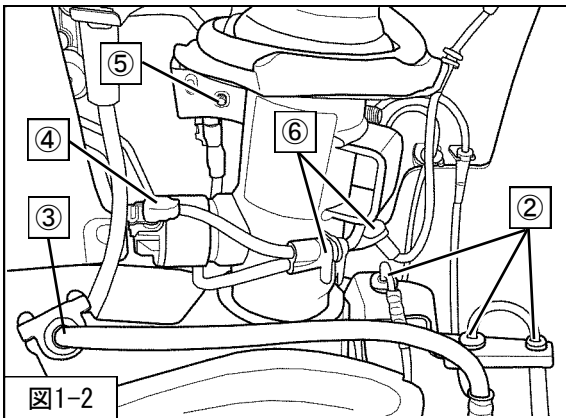

図1-2
3. 木片及びジャッキを使用し、フロントサスペンションASSYロアアームを支持し、②センサワイヤ③ブレーキホースを取外してください。(図1-2)
4. AVS装着車は、④コネクタ⑤アクセルレーションセンサ取付ボルト⑥センサワイヤを取外してください。(図1-2)